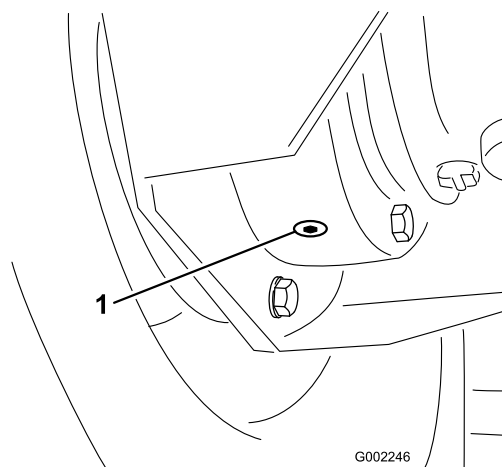

図 50
4. 内側のドレンプラグの下に容器を置き、このプラグを外す (図 50)。